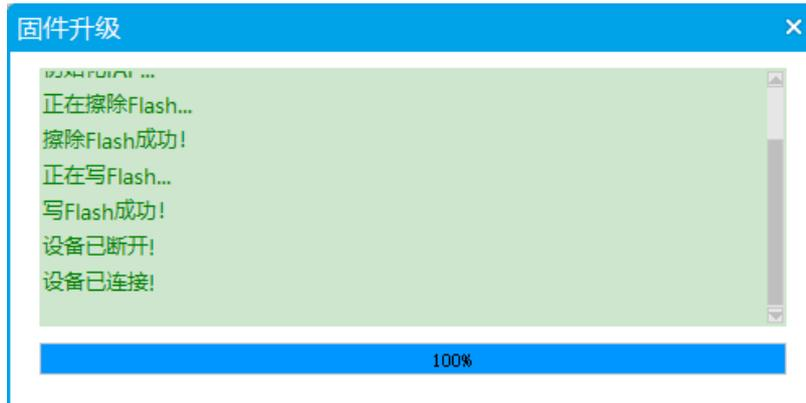

图 7
- ④ 点击选项-固件更新按钮，开始固件更新，如图 7 所示：（此时表示固件更新成功）